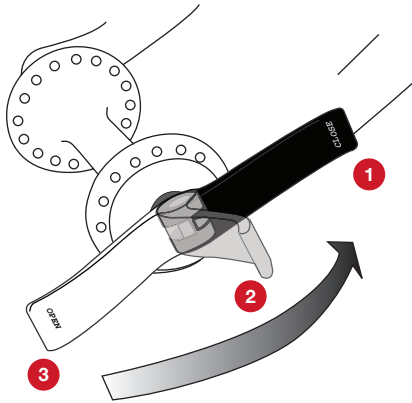

Abb. 40. Hebelpositionen:
1. Bewegen Sie den Klemmhebel in die Position OPEN (Abb. 40, Nr. 3) und setzen Sie das Laufrad so ein, dass es die Innenseiten der Gabelausfallenden vollständig berührt.
2. Bringen Sie den Klemmhebel in die Vorspannposition (Abb. 40, Nr. 2) und ziehen Sie die Gegenmutter (Abb. 27) leicht fest.
3. Schließen Sie den Schnellspanner, indem Sie den Klemmhebel mit der Handinnenfläche in die Position CLOSE bewegen (Abb. 40, Nr. 1).